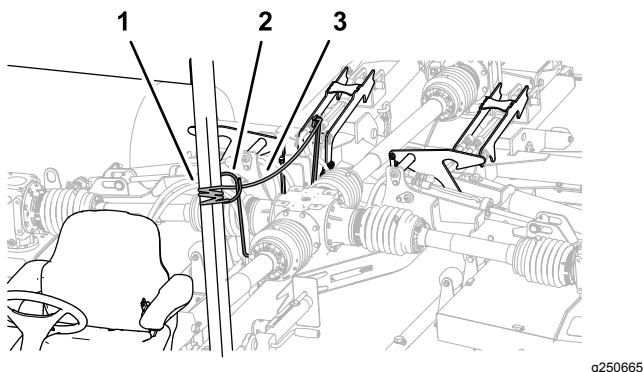

Figura 38
3. Tirate e fissate la fune di bloccaggio del piatto di taglio (**Figura 38**).